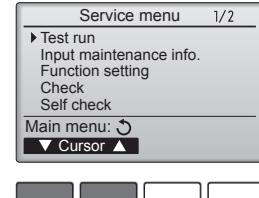

Fig. 8-1
- Selezionare l'opzione "Test run" (Prova di funzionamento) dal Menu di Servizio, quindi premere il pulsante [SCEGLI]. (Fig. 8-1)